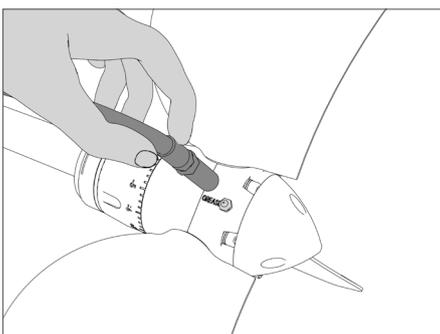

ABB. 44 | Anschluss der Fettpresse
- Setzen Sie den Stutzen der Fettpresse auf den Schmiernippel (**Abb. 44**).